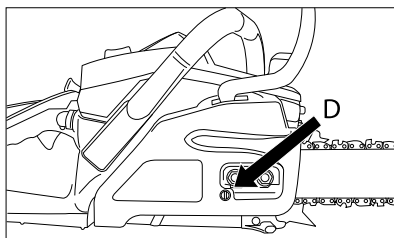

Рис. 11
- Ослабьте гайки крепления шины (защитной крышки вместе со щитком тормоза), поверните регулировочный винт (D) по часовой стрелке, чтобы натянуть цепь. Чтобы уменьшить натяжение цепи, поверните регулировочный винт (D) против часовой стрелки. Убедитесь в том, что цепь расположена по всей периферии шины (рис. 11).